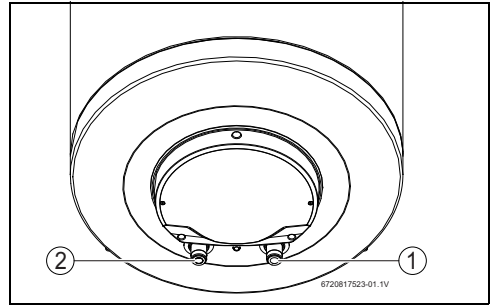

Fig. 10
- ▶ Marcați corespunzător țevile de apă rece și apă caldă pentru a preveni interschimbarea (Fig. 10).